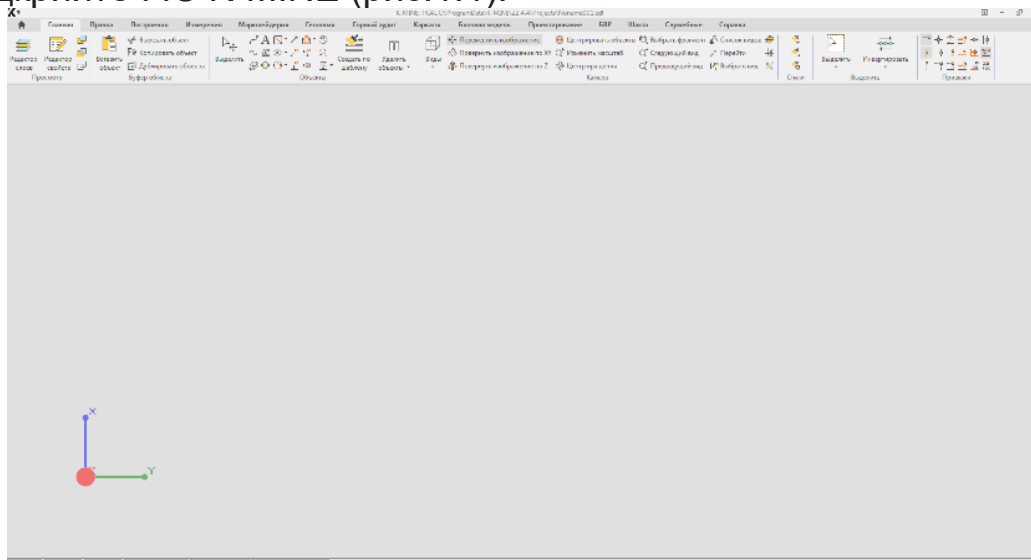

Рисунок 1.1.Екранний інтерфейс ГІС K-MINE
1. Відкрийте ГІС K-MINE (рис.1.1).